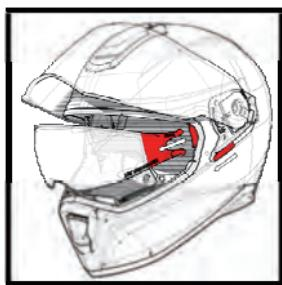

Bild 5
- 4.2 Entnehmen Sie die Sonnenblende durch leichtes ziehen nach außen auf beiden Seiten (Bild 5)